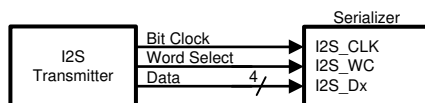
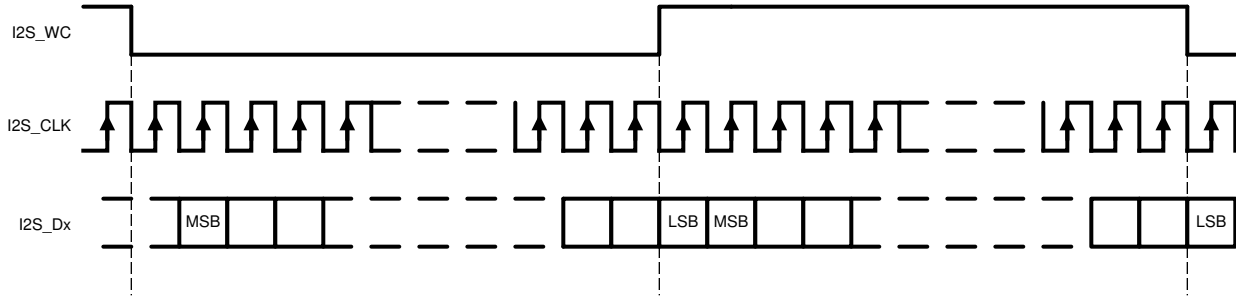

图 8-7. I2S 连接图
图 8-8. I2S 帧时序图
DS90UB941AS-Q1 串行器具有六个 I2S 输入引脚，与兼容的解串器配对时，可支持 7.1 高清 (HD) 环绕声音频应用。位时钟 (I2S_CLK) 支持 1MHz 和 CLK/2 或 13MHz 中较低的频率。四个 I2S 数据输入分别传输两个 I2S 格式的数字音频通道，每个通道由字选择 (I2S_WC) 输入描绘。有关 I2S 连接图和时序信息，请参阅图 8-7 和图 8-8。